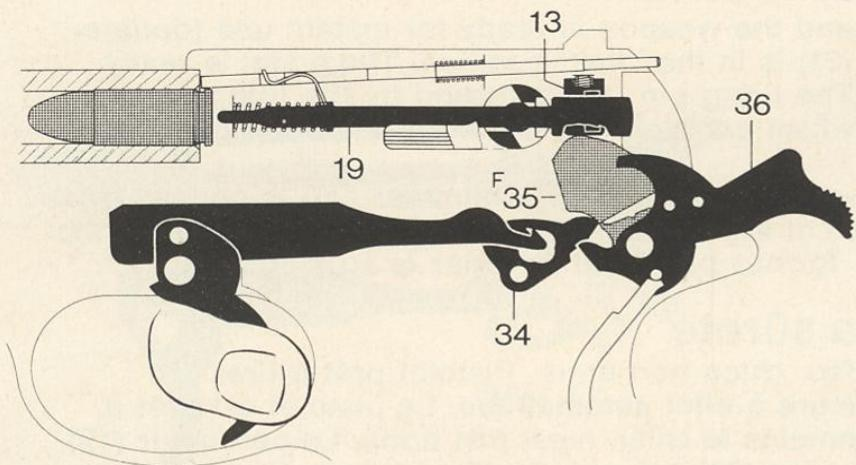

Abb.20
- Fig.20 Pistolet chargé, levier de sûreté sur position feu, chien armé.